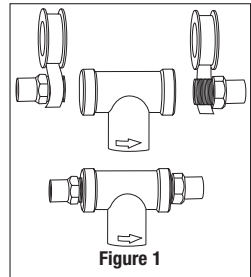

Figure 1
1. Enrouler du ruban de PTFE autour des raccords filetés des adaptateurs et visser aux deux extrémités de la tête de la cartouche. **Ne pas utiliser de garniture d'étanchéité ni d'enduit d'enrobage**, car ils contiennent des solvants qui peuvent endommager les raccords. (figure 1).